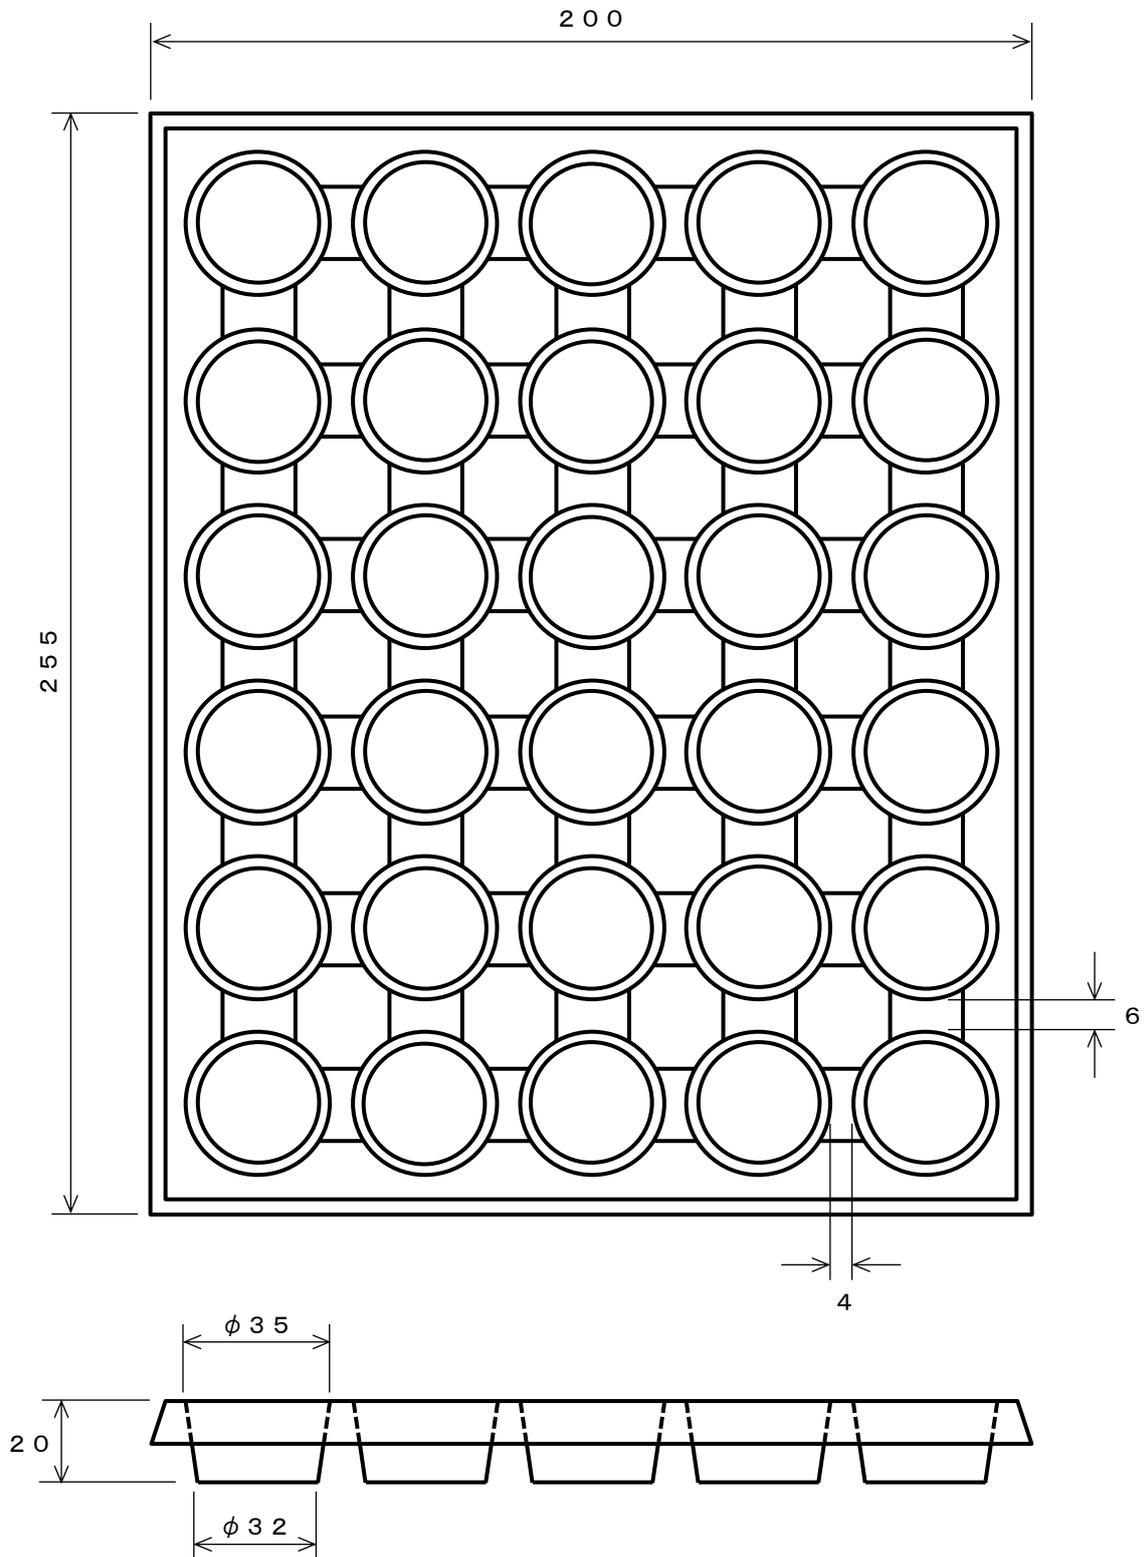

図1. 収納ケース
- (1) 図1. のケースに最大30個の製品とパッキンを収納する。